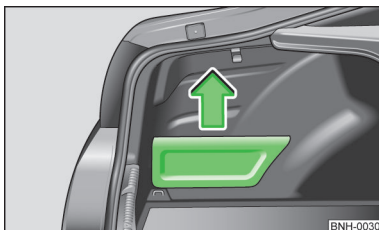

Fig. 78
► Prindeți capacul de partea de sus și scoateți-l în sensul săgeții » fig. 78.